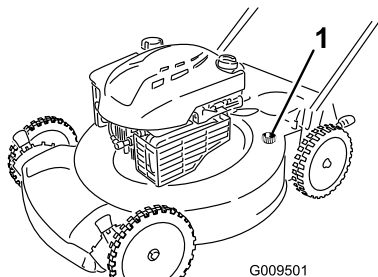

Figura 30
4. Collegate una canna da giardino al rubinetto dell'acqua ed al foro di lavaggio sulla scocca della macchina (Figura 30).